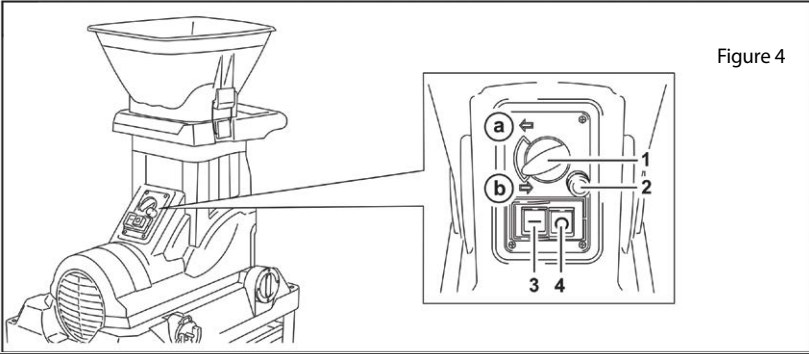

Figure 4
- Pour mettre le moteur en marche, assurez-vous que l'inverseur de sens de rotation (1-fig.4) est en position d'avalement (b), puis appuyez sur le bouton vert (3-fig.4) du commutateur de mise en marche.
- Pour mettre le moteur à l'arrêt, attendez, si possible, que tous les matériaux déjà chargés soient entièrement broyés, puis appuyez sur le bouton rouge (4-fig.4) de mise à l'arrêt.
- Attendez quelques instants avant d'appuyer sur le bouton de réarmement du disjoncteur (2-fig.4), puis de remettre le broyeur de végétaux en marche.
- Mettez le moteur à l'arrêt et placez l'inverseur de sens de rotation (1-fig.4) en position de rejet (a).
- Para poner en marcha el motor, asegúrese que el inversor del sentido de rotación (1-fig.4) está en posición de arrastre hacia abajo (b) y pulse el botón verde del conmutador de puesta en marcha (3-fig.4).
- Para parar el motor, espere, si es posible, a que todos los materiales ya cargados sean totalmente triturados, y pulse el botón rojo de parada (4-fig.4).
- Espere unos instantes antes de pulsar el botón de rearme del disyuntor (2-fig.4), y de poner la biotrituradora en marcha.
- Apague el motor y coloque el inversor del sentido de rotación (1-fig.4) en posición de rechazo (a).
- Para pôr o motor a funcionar, verifique que o inversor do sentido de rotação (1-fig.4) está em posição de « engolir » (b) e carregue no botão verde do comutador de arranque (3-fig.4).
- Para parar o motor, espere, que todos os materiais já introduzidos estejam completamente triturados, e carregue de seguida no botão vermelho de paragem (4-fig.4).
- Aguarde uns momentos antes de carregar no botão para rearmar o disjuntor (2-fig.4) e repor o triturador de vegetais a trabalhar.
- Parar o motor e coloque o inversor de sentido de rotação (1-fig.4) em posição de expulsão (a).